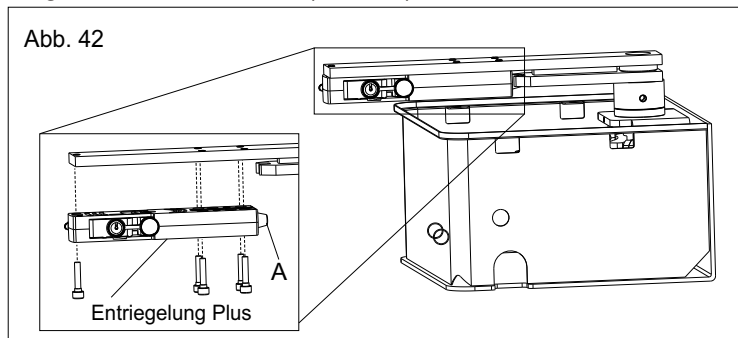

Abb. 42
13.2. Den Aufhängungsstift (A) gut schmieren und das Entriegelungssystem unter den Flügelsatz mit Hilfe der 5 mitgelieferten Schrauben (Abb. 42) montieren.